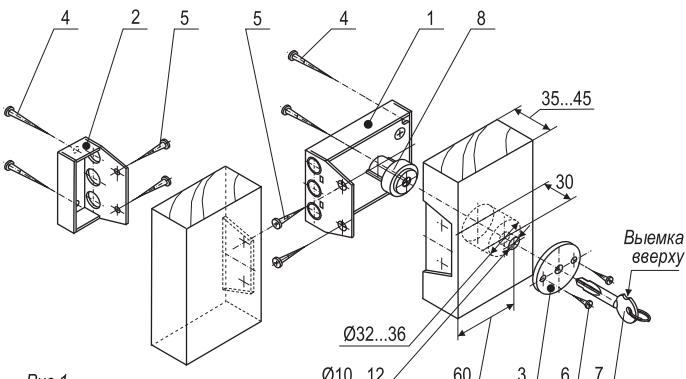
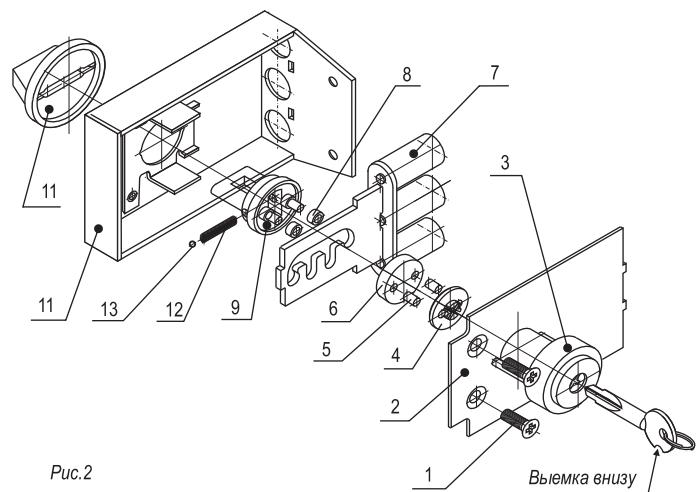

Рис.1
Рис.2
7. **ВНИМАНИЕ!** Ключ вставляется и вынимается из цилиндрового механизма только при вертикальном положении диска ключа выемкой вверх (см. рис. 1) или вниз (см. рис. 2) в зависимости от установки замка на правых и левых дверях. Допускается переустановка цилиндрового механизма на крыше замка с разворотом его на 180°.
8. Отпирание замка изнутри (см. рис.1) осуществляется поворотом ручки постоянного ключа по часовой стрелке, а снаружи поворотом ключа против часовой стрелки. Для фиксации засова в крайнем закрытом положении изнутри помещения не доверните ручку постоянного ключа до упора (примерно на 45° сверх одного полного оборота). В данном случае замок
ПОРЯДОК МОНТАЖА (см. рис.1)
ТЕХНИЧЕСКОЕ ОБСЛУЖИВАНИЕ (см. рис. 2)
1. Разборка замка - в случае необходимости (см. рис. 2):
2. Сборку производите в обратном порядке, располагая детали, в соответствии с рис. 2.